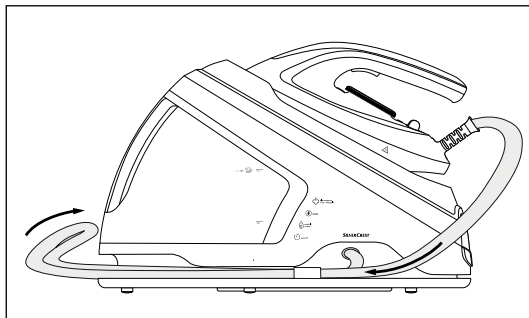
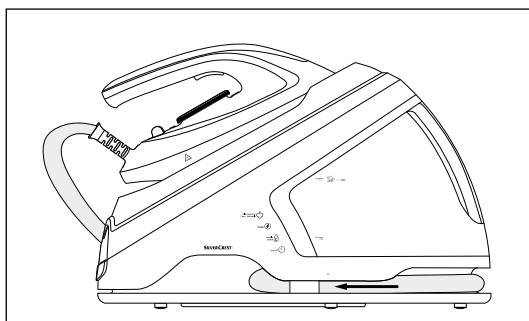

Fig. 15
Fig. 16
- ◆ Læg forbindelsesslangen **5** sammen på midten, og sæt den ind i fordybningen på basestationen (se fig. 15 og fig. 16).